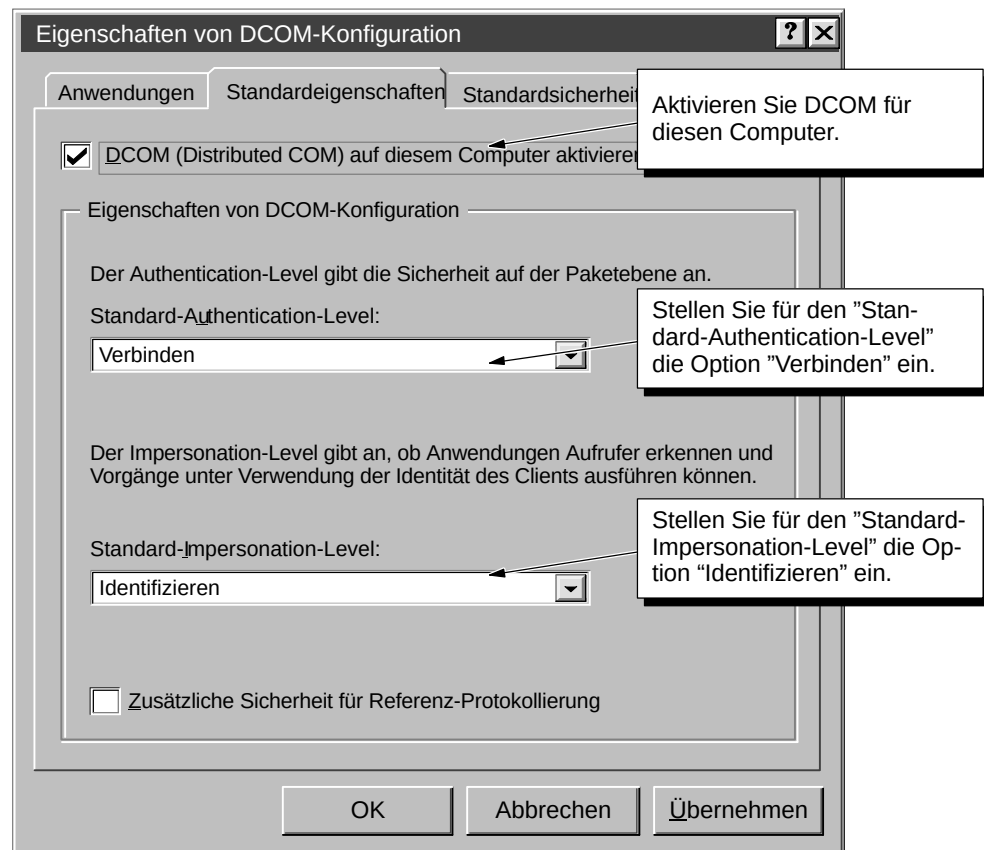

Bild E-14 Eigenschaften der DCOM-Konfiguration
1. Öffnen Sie das Register "Standardeigenschaften". (siehe Bild E-14).